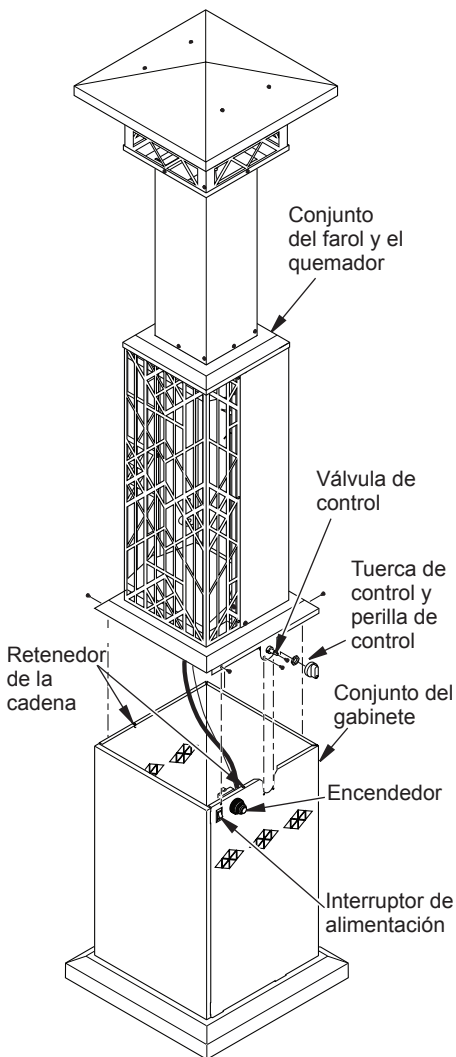
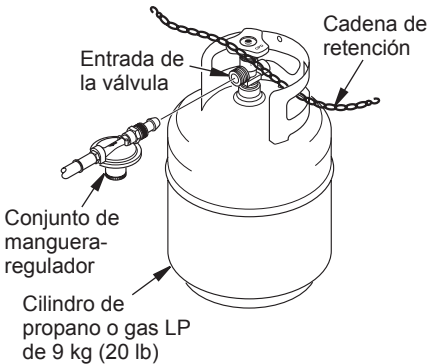

Figura 8 - Cómo fijar el conjunto del farol y el quemador al conjunto del gabinete
Figura 9 - Conexión del conjunto de manguera-regulador al cilindro de propano o gas LP
1. Coloque el conjunto del farol completo sobre el conjunto de la base del gabinete. Fíjelo con 4 tornillos (H), como se muestra en la figura 8. Instale 2 tornillos (H) en los orificios que se encuentran a cada lado de la válvula de control. Fije la tuerca de control a la válvula de control.
Use un cilindro de 9 kg (20 lb) de propano o gas LP solamente (no incluido). Consulte la información de seguridad para seleccionar el cilindro adecuado. Conecte el conjunto de manguera-regulador al cilindro (consulte la figura 9). La manguera ya debe estar conectada al calentador. Conecte la manguera a la entrada de la válvula (consulte la figura 9). Apriete firmemente usando una llave.
Guíe la cadena de retención para que pase a través de por lo menos una de las manijas del tanque de propano o gas LP (consulte la figura 9). Asegúrese de guiar la cadena a través de la manija del tanque y NO alrededor de la válvula del tanque. La cadena no debe interferir con la válvula. Fije los ganchos de ambos extremos de las cadenas a los retenedores de las cadenas instalados en la base del gabinete (consulte la figura 8, página 7).